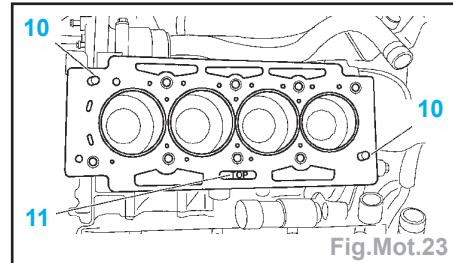

Fig.Mot.23
- Vérifier la présence des goupilles (10) (Fig.Mot.23).